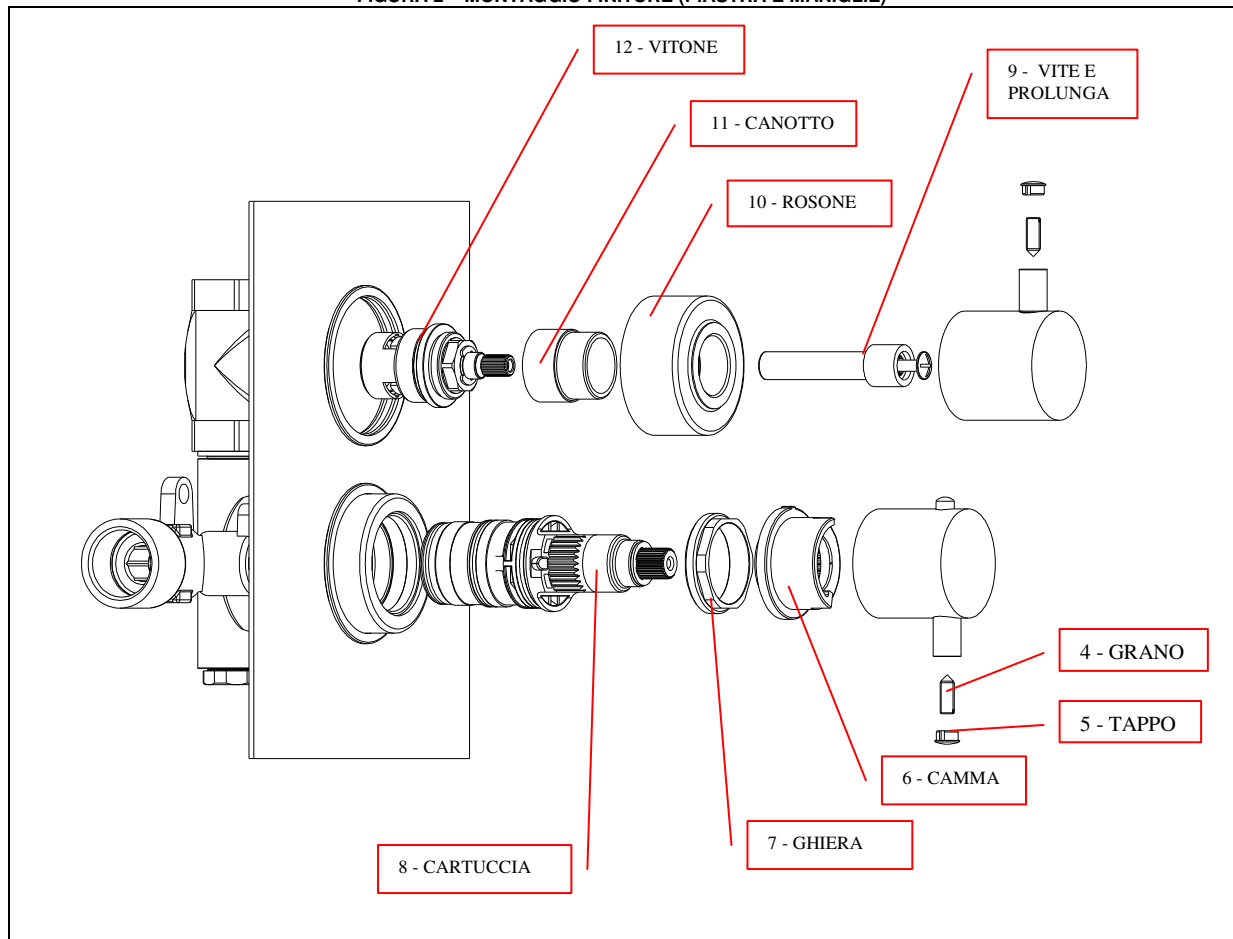

FIGURA 3 – MANUTENZIONE COMPONENTI INTERNI
MANUTENZIONE (FIGURA 3)
A - TOGLIERE (FIGURA 3) IL TAPPO (5), SVITARE IL GRANO (4) E TOGLIERE LA MANIGLIA GRADUATA
MANUTENZIONE DEL RUBINETTO (FIGURA 3)